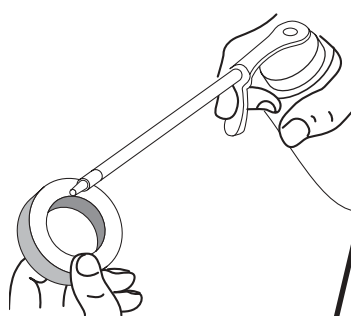

Figure 24
4. Appliquez assez d'huile propre SAE 30 pour enduire légèrement le filtre (Fig. 24).